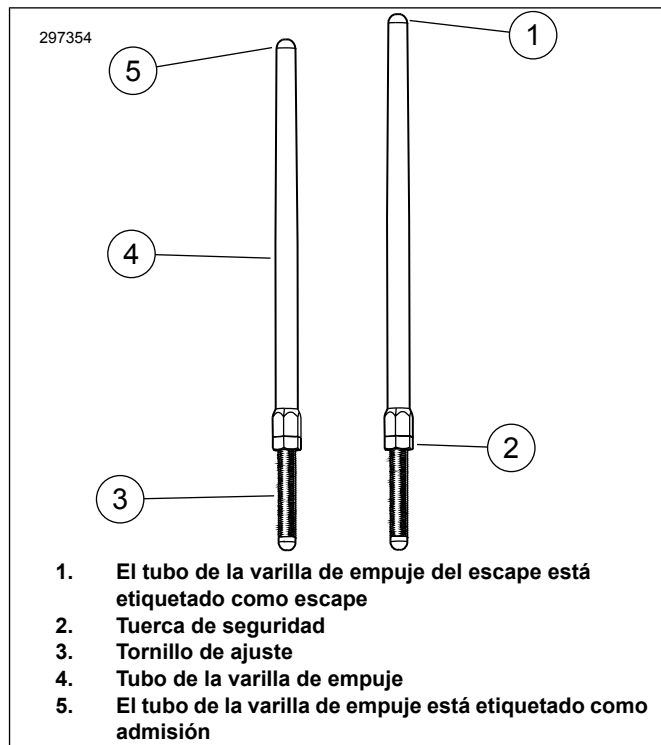

Figura 1. Varilla ajustable
6. Figura 1 Afloje la tuerca de seguridad en todas las varillas de empuje y ajústelas en su longitud más corta.